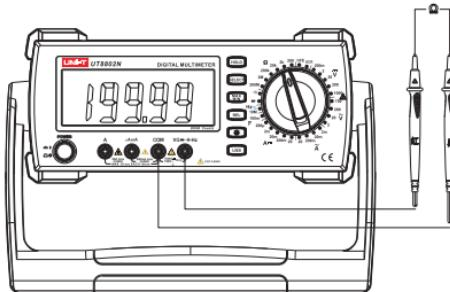

图4. 电阻测量
- 2) 将仪表的旋转开关转到"图4"所示的电阻测量档，旋转开关择电阻测量Ω档，将表笔并联到被测电阻二端上。